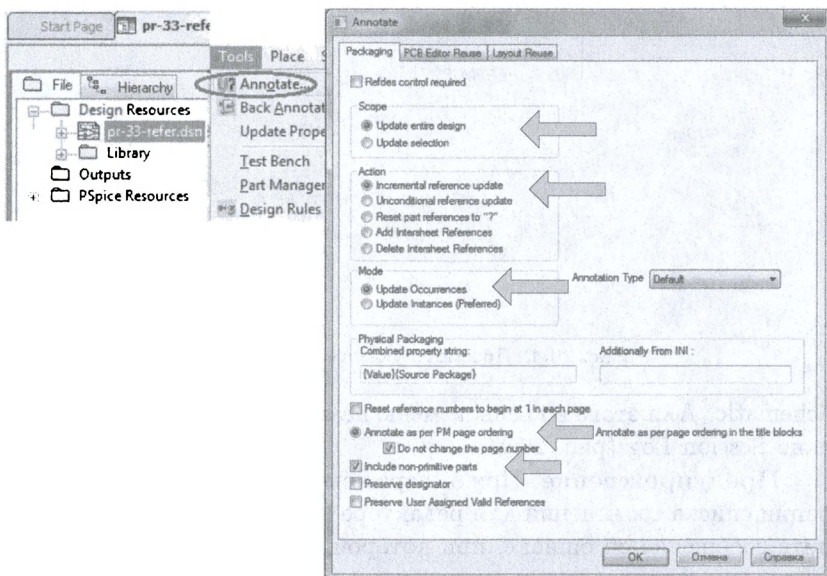

Рис. 20.3. Аннотирование проекта
3. На вкладке **Packaging** диалогового окна **Annotate** (рис. 20.3) укажите, хотите ли вы обновить полный дизайн или только часть конструкции. Выберите кнопку **Update entire design**.